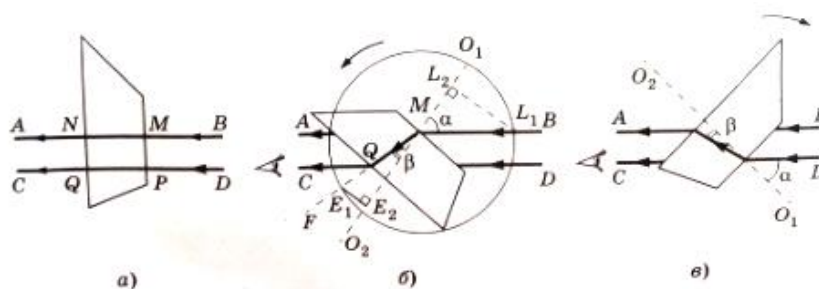

Рис. 1
Для вычисления $\sin \alpha$ и $\sin \beta$ на листе бумаги проводят две параллельные прямые AB и CD на расстоянии 5—10 мм друг от друга и кладут на них стеклянную пластинку так, чтобы ее параллельные грани были перпендикулярны этим линиям. При таком расположении пластинки параллельные прямые не смещаются (рис. 1, а).
Располагают глаз на уровне стола и, следя за прямыми AB и CD сквозь стекло, поворачивают пластинку вокруг вертикальной оси против часовой стрелки (рис. 1, б). Поворот осуществляют до тех пор, пока луч QC не будет казаться продолжением BM и MQ .
Аналогичные построения можно сделать и при повороте плоскопараллельной пластинки по часовой стрелке (рис. 1, в) и найти второе числовое значение показателя преломления стекла. Тогда за окончательный результат берут их среднее значение.
3. Через точку M (см. рис. 1,6) проведите с помощью угольника перпендикуляр O_1O_2 к параллельным граням пластинки и прямую MF (продолжение MQ).